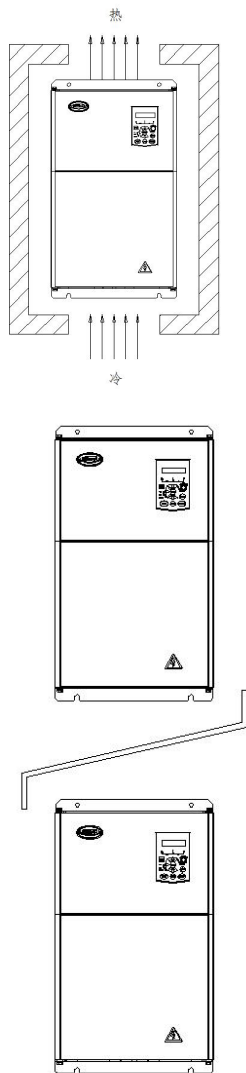

图3-1 隔热导流板安装示意上下安装图
- 1) 请垂直安装变频器，便于热量向上散发。但不能倒置。若柜内有较多变频器时，最好是并排安装。在需要上下安装の場合，请参考图3-1的示意，安装隔热导流板。
- 2) 安装空间遵照图3-1所示，保证变频器的散热空间。但布置时请考虑柜内其它器件的散热情况。